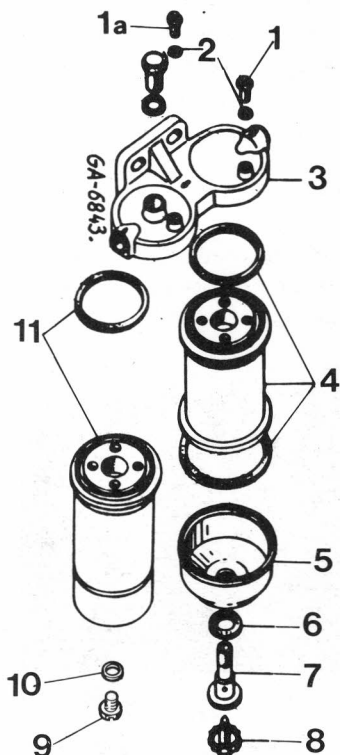
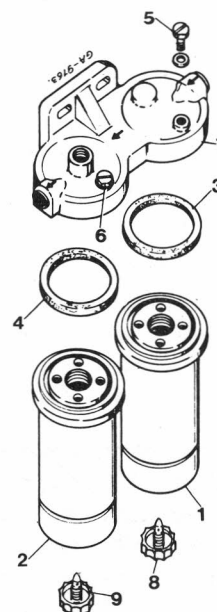

Figure 69
Figure 69a
Si le moteur est équipé du filtre représenté Fig. 69a desserrez les vis (8 ou 9) et les vis de purge correspondantes (5 ou 6). Resserrez dès que l'eau est évacuée et que le combustible commence à s'écouler.
FILTRE PRIMAIRE «BOSCH» (4) fig. 69 ou (1) fig. 69a
FILTRE FINAL «BOSCH» (11) fig. 69 ou (2) fig. 69a